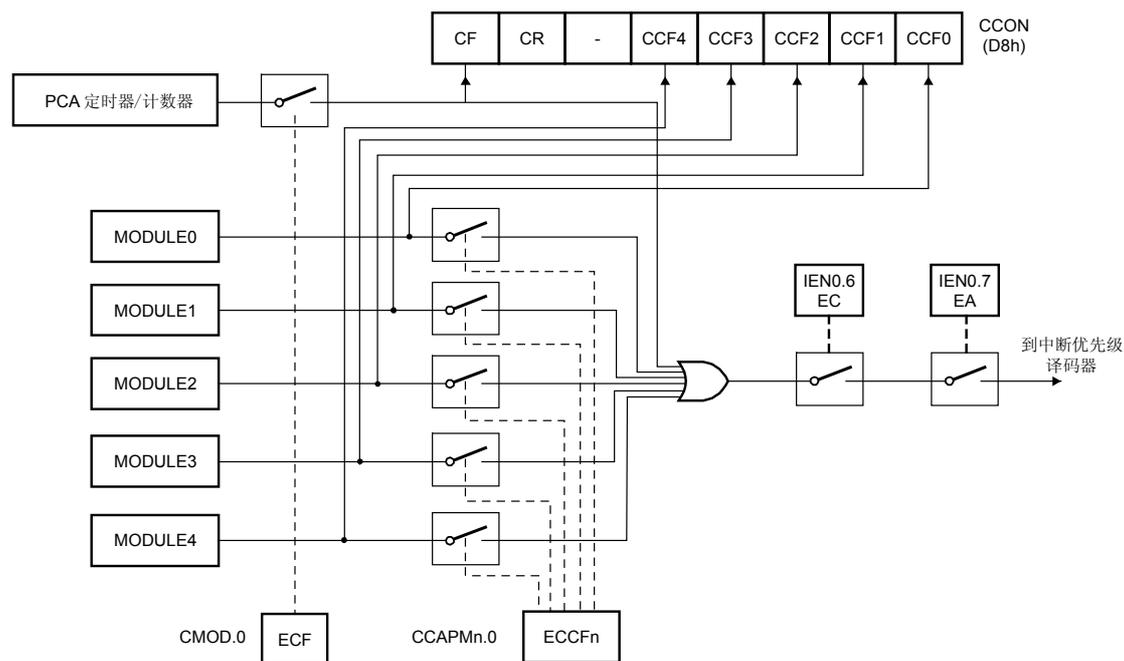

图 21 PCA 中断系统
CCON SFR 包含 PCA 的运行控制位 (CR) 和 PCA 定时器标志 (CF) 以及各个模块的标志 (CCF4:0)。通过软件置位 CR 位 (CCON.6) 来运行 PCA。CR 位被清零时 PCA 关闭。当 PCA 计数器溢出时，CF 位 (CCON.7) 置位，如果 CMOD 寄存器的 ECF 位置位，就产生中断。CF 位只可通过软件清除。CCON 寄存器的位 0~4 是 PCA 各个模块的标志 (位 0 对应模块 0，位 1 对应模块 2，依此类推)，当发生匹配或比较时由硬件置位。这些标志也只能通过软件清除。所有模块共用一个中断向量。PCA 的中断系统如图 21 所示。
当模块发生匹配或比较时，ECCF 位 (CCAPMn.0, n=0, 1, 2, 3 或 4, 由工作的模块决定) 使能 CCON SFR 的 CCFn 标志来产生中断 (见图 21)。